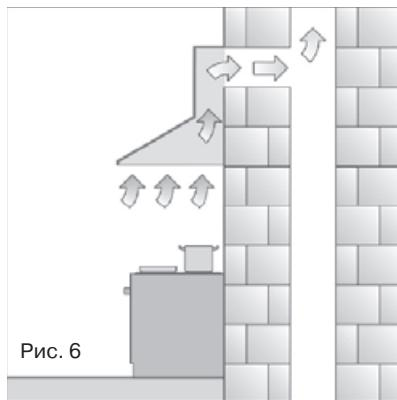

Рис. 6
- режим отвода воздуха в вентиляционную шахту (см. рис. 6);
В режиме отвода воздуха в вентиляционную шахту (см. рис. 6) вытяжка посредством гофрированного шланга или пластикового воздуховода подключается к вентиляционной шахте. И, таким образом, все кухонные испарения, запахи, гарь и копоть, проходя через многоразовые алюминиевые жироулавливающие фильтры, выводятся за пределы помещения. При данном режиме работы нет необходимости устанавливать угольные акриловые запахоулавливающие фильтры. Режим отвода является наиболее эффективным, поскольку вытяжка удаляет все кухонные испарения за пределы кухни в вентиляционную шахту.